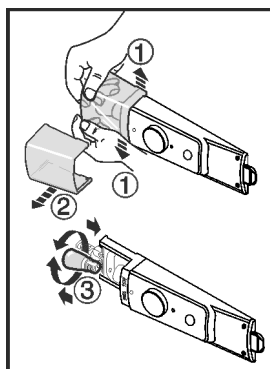

Fig. 10
- Pokrov svetilke glede na sliko spodaj v sprednjem delu povlecite narazen Fig. 10 (1) in izvalcite v stran Fig. 10 (2).
- Zamenjajte svetilko. Fig. 10 (3)